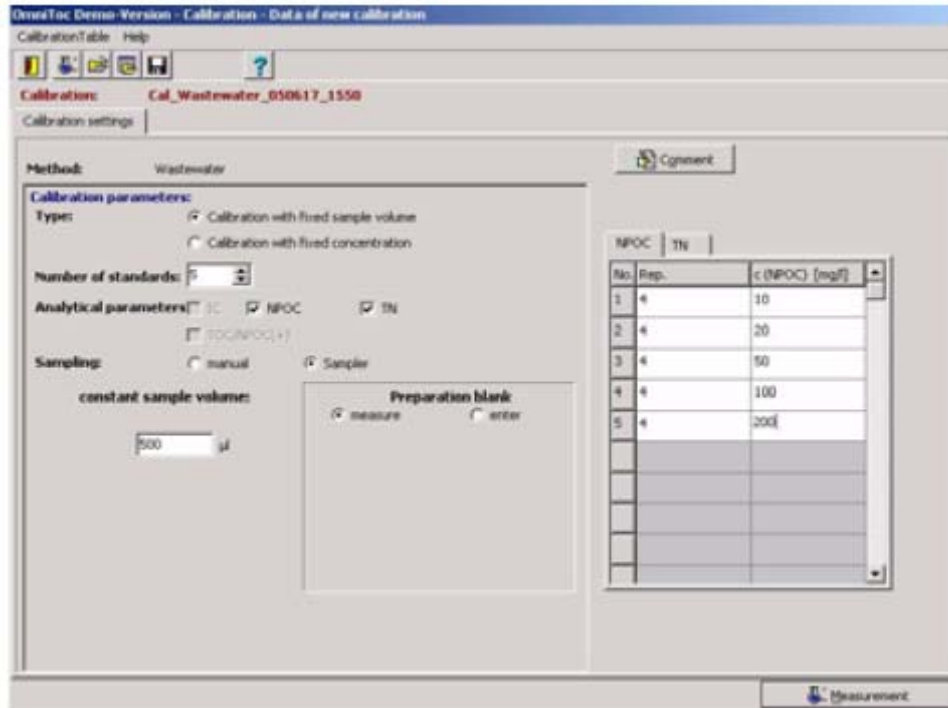

图46 Calibration–Data of New Calibration (标定 新标定数据) 窗口
3. 选择待标定的方法（5.7.3）或者载入一个已有的标定表。按屏幕提示进行操作。当待标定的方法已经载入或者已有的标定表已经打开，Calibration - Data of new calibration（标定 新标定数据）窗口将打开（图46）。
只有在内部或外部固体测定模块存在或者手动处理样品的情况下才能对固体测试进行标定。标定操作步骤详见5.9。推荐的标定类型是固定浓度的标定（图46）。